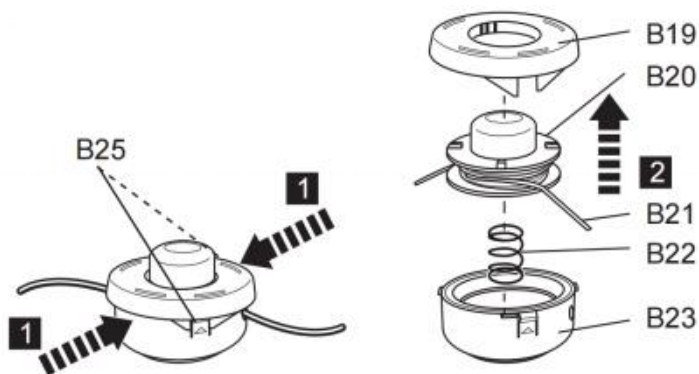

Fig. 63
3. Premere i fermi di rilascio (B25) sull'alloggiamento della testina di taglio (B23) per aprire il coperchio (B19) (Fig. 63). Il coperchio (B19) e la bobina (B20) usciranno.